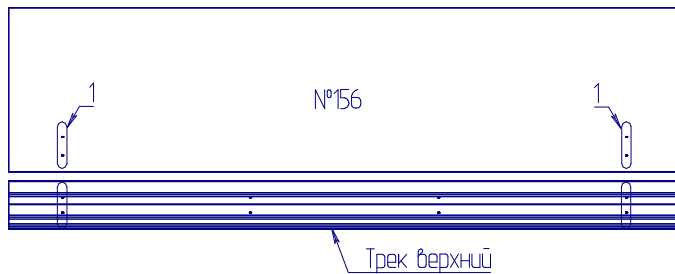

Рис.1
1. Совместить трек компл.№76 (О) с деталью №156 по существующим отверстиям 1 (рис.1).